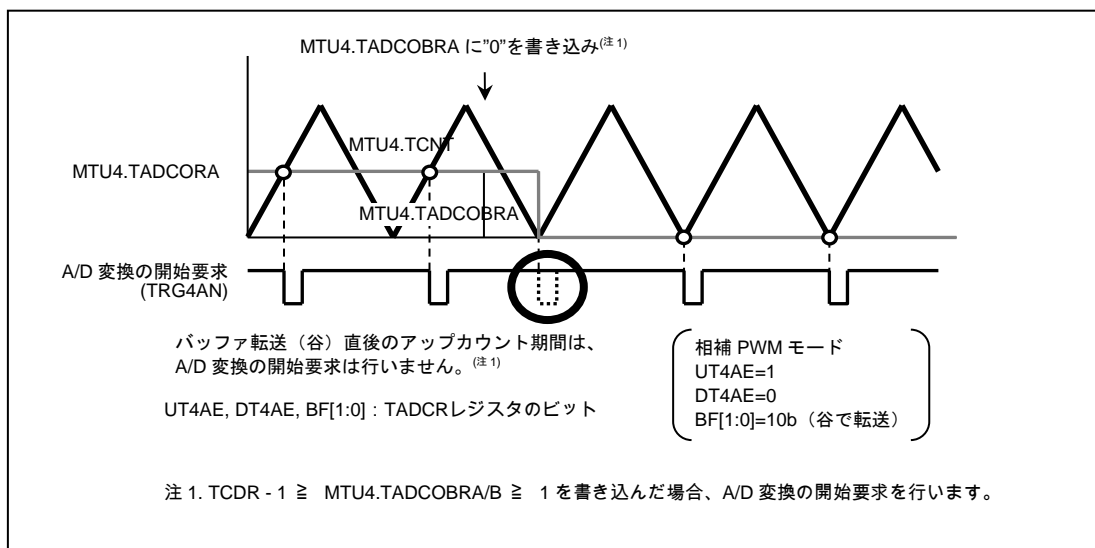

図 2.1 MTU4.TADCOBRA に"0"を書き込んだときの A/D 変換の開始要求(ユニット 0)
- MTUn.TADCOBRA/B に 0、かつ、MTUn.TADCR の UT4AE、UT4BE ビットに 1 を設定して、MTUn.TCNT の谷でバッファ転送した時、転送直後のアップカウント期間については A/D 変換の開始要求を行いません (図 2.1)。